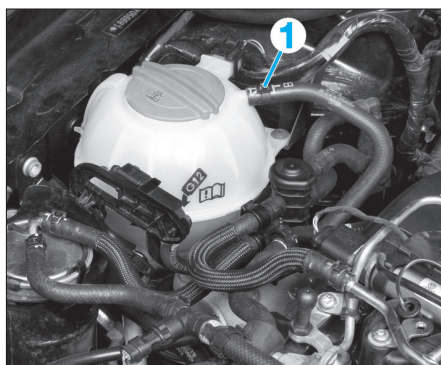

FIG. 45
- le collier (1) du vase d'expansion (Fig.45),